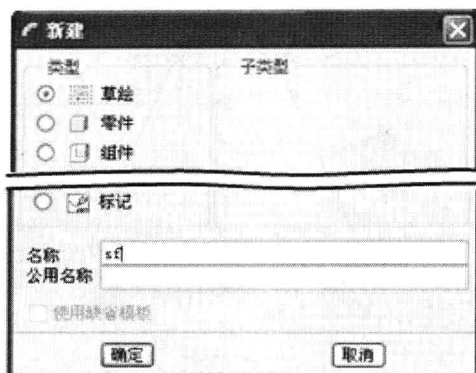

图 2-3 新建草绘文件
(1) 选择菜单中的【文件】→【新建】命令(或者直接单击工具栏上的  按钮,也可以按 <Ctrl + N> 组合键),如图 2-3 所示。